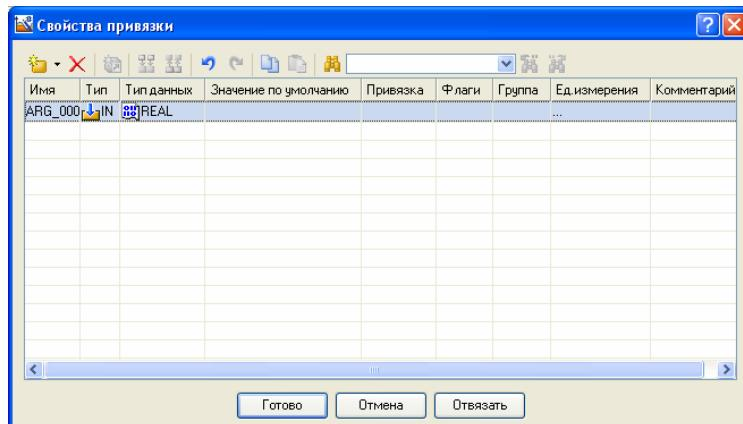

Рис. 3.8
- у вікні **Властивості прив'язки**, що відкрилося, натиснути ЛК по іконі на панелі інструментів і тим самим створити аргумент шаблону екрану (рис.3.8);